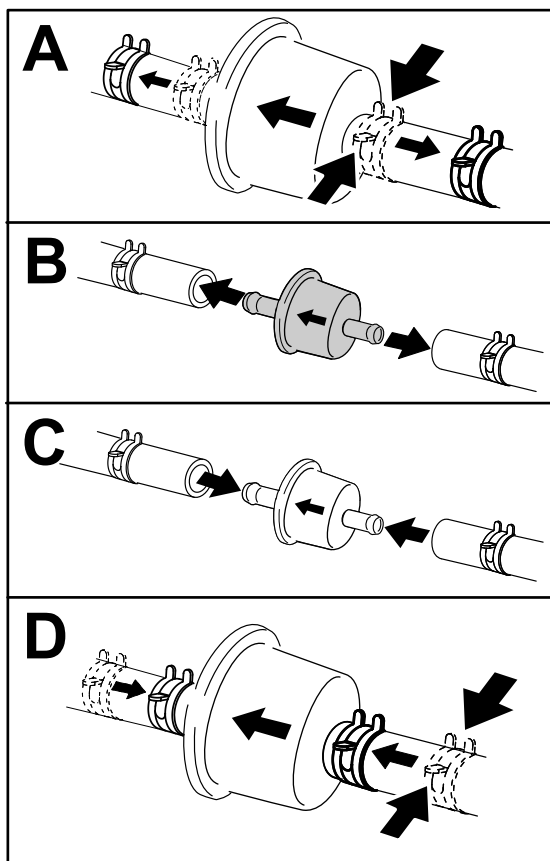

Figura 24
4. Sostituite il filtro come mostrato nella Figura 24.